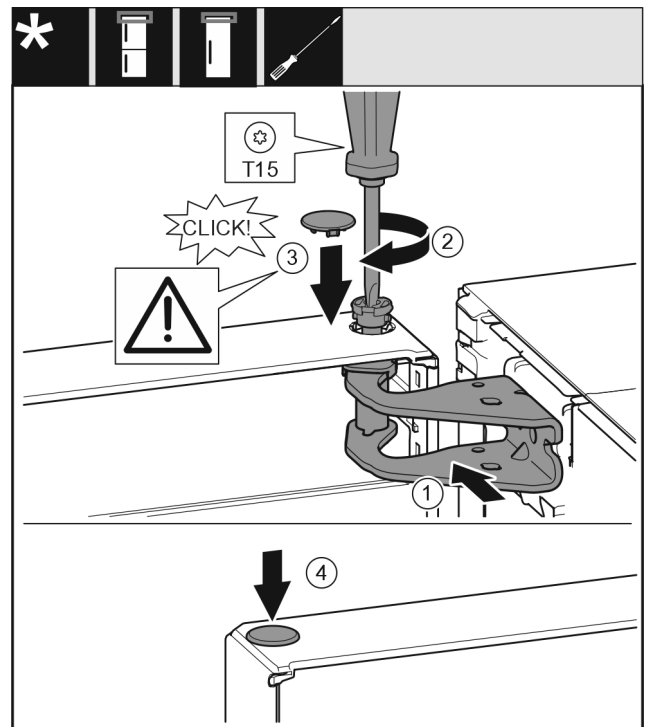

Fig. 27
- ▶ 将冰箱门的上方对准托架 Fig. 27 (1) 中的开口。
- ▶ 放入螺栓 Fig. 27 (2) 并用螺丝刀拧紧。
- ▶ 装入盖板 Fig. 27 (3)。
- ▶ 检查盖板 Fig. 27 (3) 是否紧贴在冰箱门上。
- ▶ 装入盖板 Fig. 27 (4)。